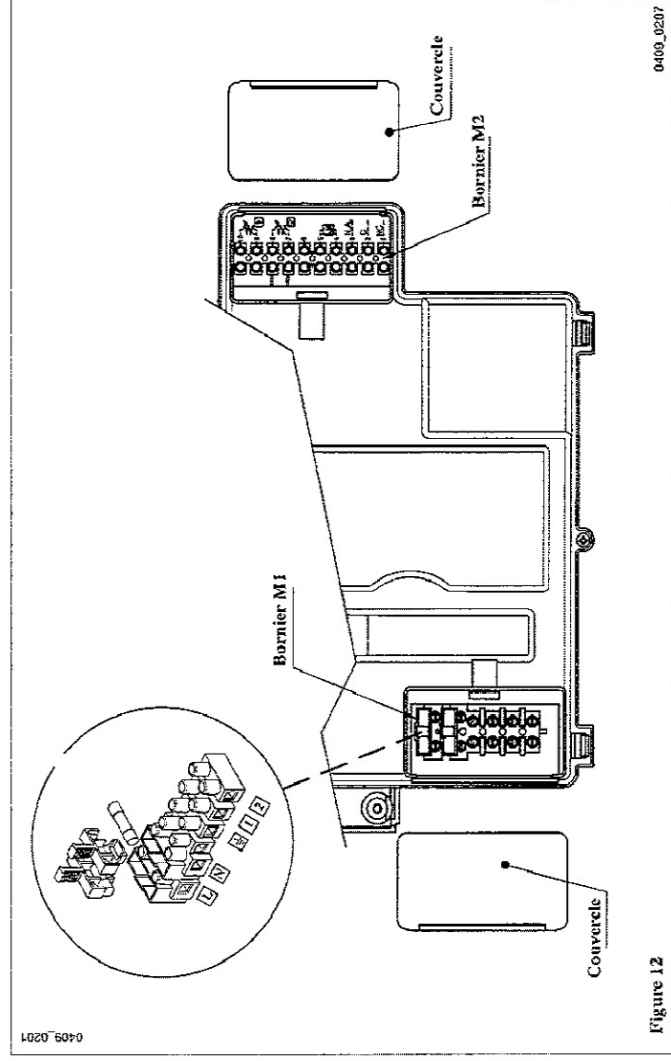

Figure 12
15.1 Description des connexions électriques vers la chaudière Tourner vers le bas le boîtier de commande et accéder aux borniers M1 et M2 destinés aux connexions électriques vers la chaudière (voir figure 12).
Le contact relatif à la demande de fonctionnement des différentes zones doit être relié en parallèle et connecté à la borne 1-2 "TA" du bornier M1, figure 12. Éliminer le pontage. Choisir la température de chauffage directement sur le panneau de commande de la chaudière en tournant le bouton 6, figure 1.